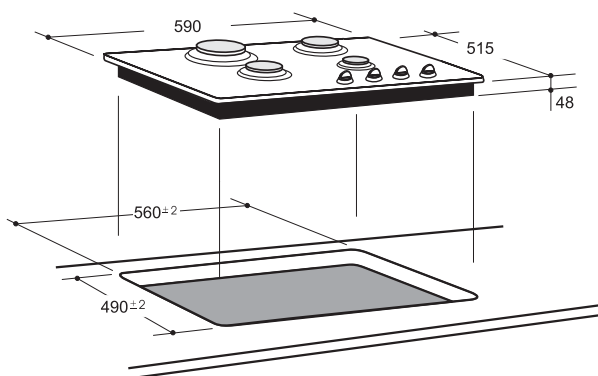

Рис. 4
1. Выпилить в столешнице отверстие размерами 490 x 560 мм. Размеры отверстия показаны на рис. 4.